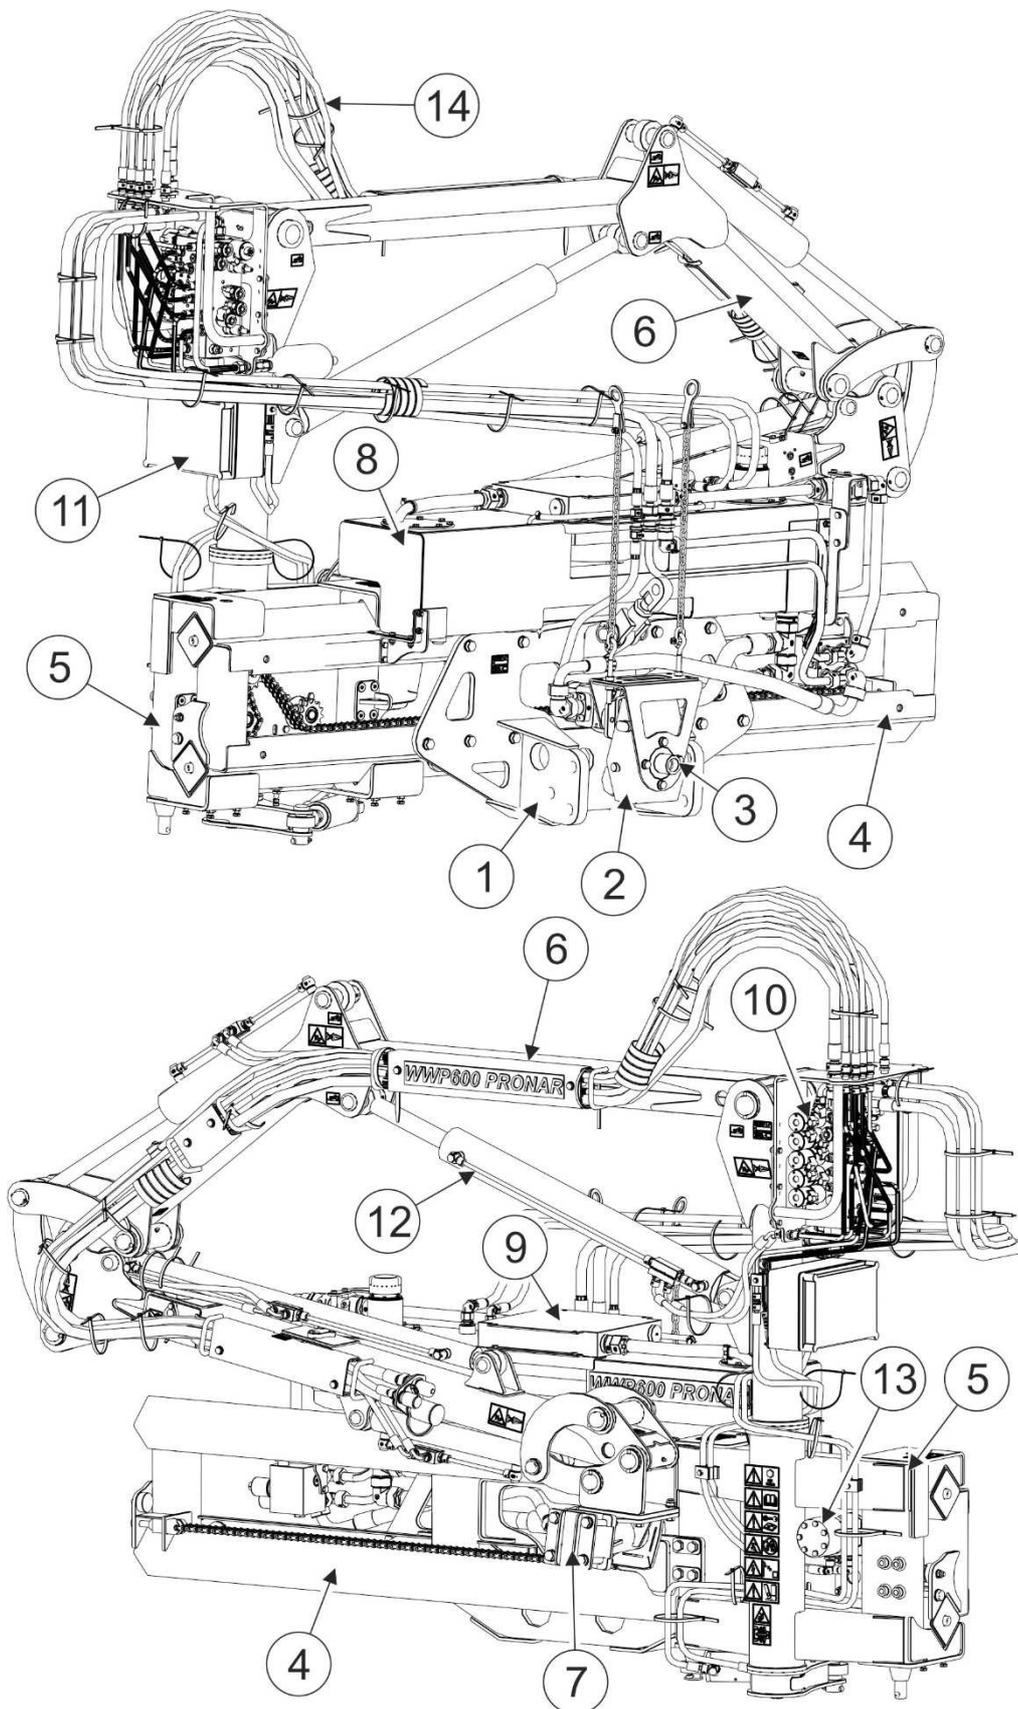

РИСУНОК 3.1 Общее устройство
Адаптационная плита привинчивается при помощи болтов к направляющей (4) (РИСУНОК 3.1) золотника (5) несущей системы. Соединенный с гидродвигателем (13) золотник (5) позволяет несущей системе перемещаться по направляющей (4) влево или вправо по отношению к трактору. Это позволяет работать стрелой как с правой, так и с левой стороны трактора.